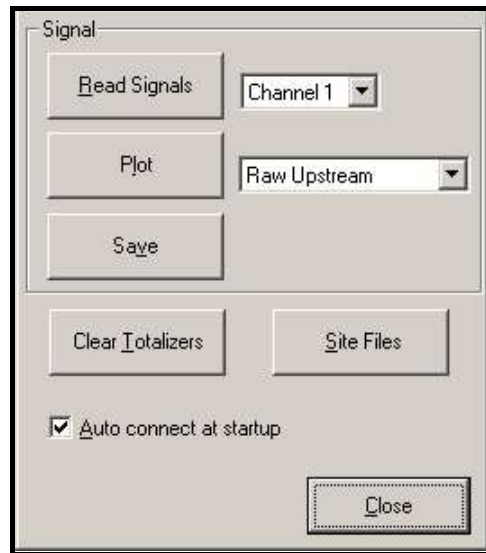

Figura 7: Opciones de señal activa
1. Para leer una señal del medidor, haga clic en el botón [Leer señales]. (Si el medidor es un instrumento multicanal, abra el menú desplegable Canal y haga clic en el canal deseado) Después de un momento, la ventana de *Propiedades* será similar a la *Figura 7*.